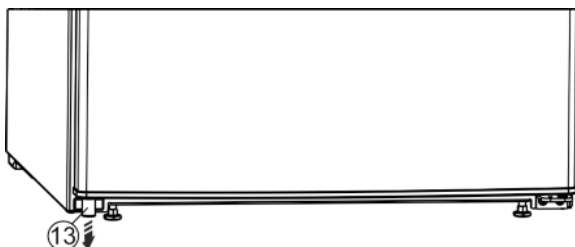

Fig. 4
- Z drzwi na dole po lewej stronie wyjąć element dystansowy Fig. 4 (13).